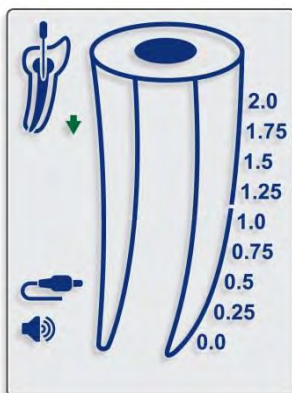
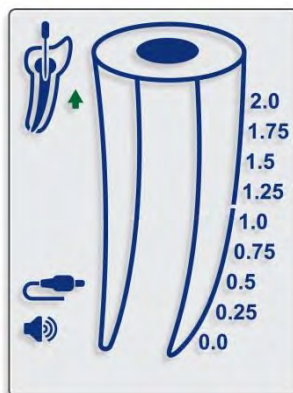

Fig. 5
Fig. 6
- 7.4.10. Il movimento del file all'interno del canale è indicato dalle frecce DOWN (Fig. 5) e UP (Fig. 6) sullo schermo.